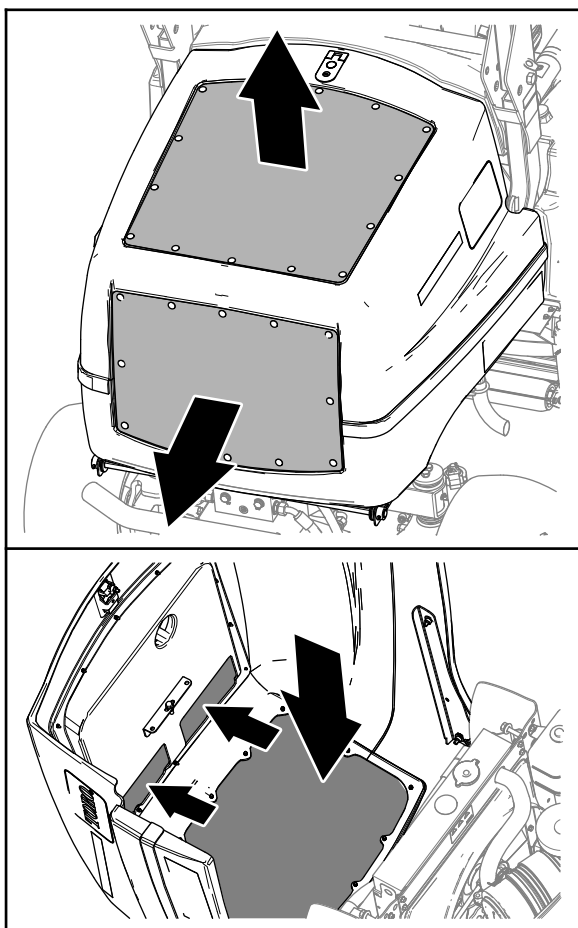

Figura 77
2. Limpie el exterior de las rejillas en el capó (Figura 77).
3. Desenganche y abra el capó (Figura 77).
4. Limpie el interior de las rejillas del capó con aire comprimido (Figura 77).